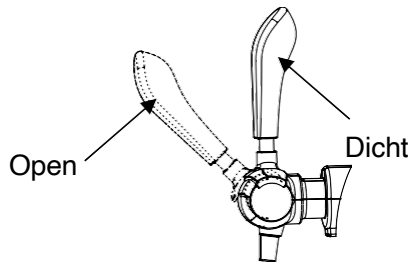

Figuur 11
3. Zet de aan/uit schakelaar op de "I" stand op de bier tap aan te zetten. (Met de "0" stand kunt u hem uit zetten)(Zoals figuur 11).